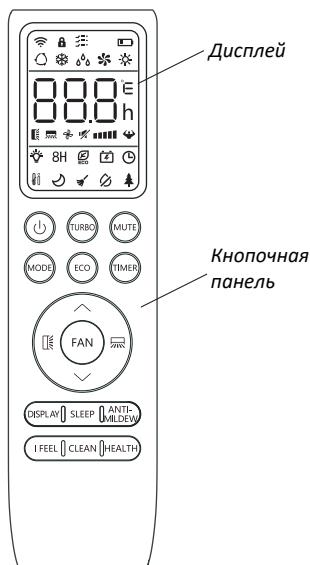
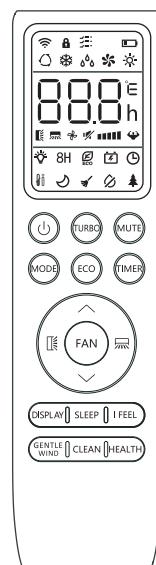

Рис.2
Рис.3
- Кондиционер управляется при помощи ИК- пульта. В комплекте поставки может быть одна из описанных моделей рис.2 , рис.3). Пульты отличаются только по расположению некоторых кнопок.